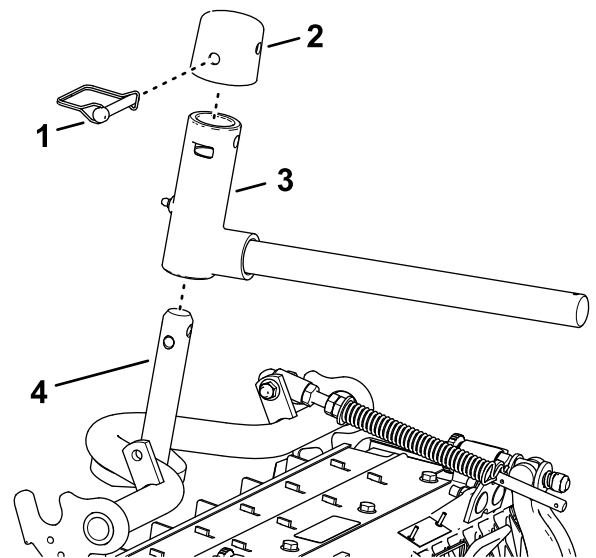

Figura 27
- Montate la forcella del braccio di sollevamento nell'albero del telaio portante (Figura 27).